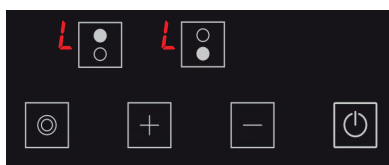

Figure 20
1. L'icône **L** s'affiche sur tous les écrans quand la cuisinière est allumée et que la sécurité enfants est active. (voir Fig. 20) Les icônes **L** et **H** s'affichent en alternance si une plaque de cuisson est toujours chaude. Vous pouvez allumer ou éteindre la cuisinière avec la seule touche **⏻**.